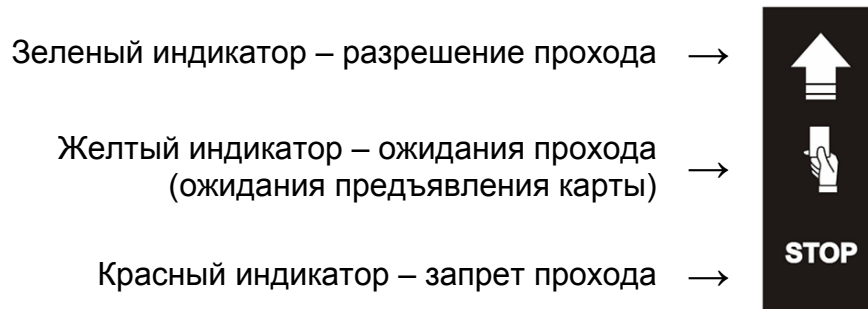

Рисунок 3 Мнемонические индикаторы блока индикации
Встроенный **бесконтактный считыватель** в виде отдельной платы без корпуса с антенной расположен под крышкой (3) картоприемника и предназначен для считывания карт доступа. В крышку встроен блок индикации (8) с тремя мнемоническими индикаторами (см. рисунок 3). Кроме этого в крышке имеется щель для приема разовых карт посетителей.